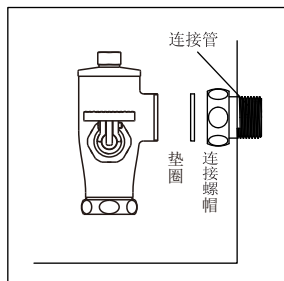

图1
- * 按图示将已经拆出的连接管缠上生料带或者麻丝作填充物，套上连接螺帽旋入预埋好的连接管上。(预埋管道可根据安装参考尺寸进行铺设)然后将阀体垫上橡胶垫片，使用连接螺母将其固定于进水管道上。(见图1)